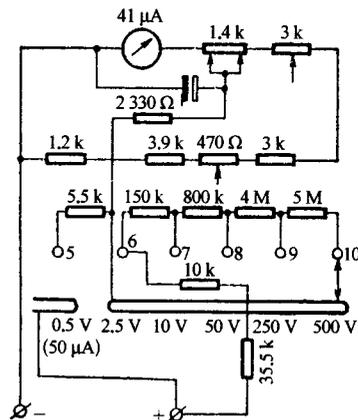

图 1-76 多量程的直流电压表
b. 当刀转到 5~10 的位置,分别测量 0~0.5 V、0~2.5 V、0~10 V、0~50 V、0~250 V、0~500 V 的直流电压(见图 1-76)。另外,5 的位置除了能测量 0~0.5 V 直流电压外,还能测量 0~50 μA 的直流电流。